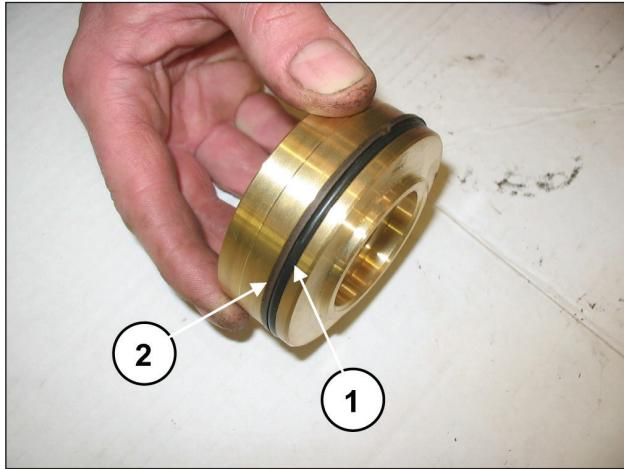

Рис. 114
Установите уплотнительное кольцо поз. №17 на деталировочном чертеже (поз. ①, Рис. 114) и антиэкструзионное кольцо поз. №21 на деталировочном чертеже (поз. ②, Рис. 114) в пробку нагнетательного клапана.